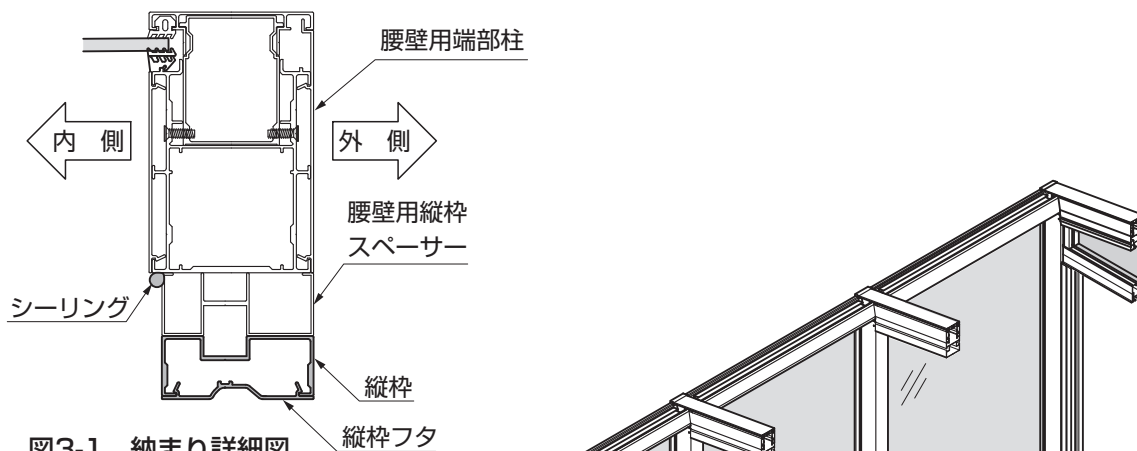

図3-1 納まり詳細図
- ① 縦枠を腰壁に、【46-6】、【46-7】または、【47-6】、【47-7】で取付けてください。
- ② 端部柱と縦枠の内側の接合部に、シーリングしてください。（図3-1参照）
- ③ 縦枠フタを縦枠にはめ込んでください。
- ④ 縦枠フタに $\phi 3$ の穴をあけてください。
- ⑤ 加工した縦枠フタに縦枠スパーサーAまたはBを【46-5】、【47-5】で固定してください。